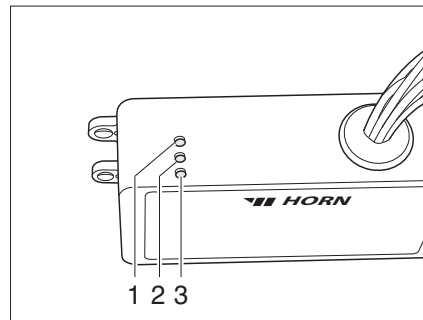

Fig. 175 Aparato regulador
El aparato regulador (Fig. 175) está montado en el armario ropero. Las luces de control del aparato regulador tienen el siguiente significado:
- La luz de control (Fig. 175,2) se enciende verde: Regulación en funcionamiento.
- La luz de control (Fig. 175,1) se enciende roja: Se está calentando el depósito de aguas residuales.
- La luz de control (Fig. 175,3) se enciende roja: Las tuberías de aguas residuales se calientan.